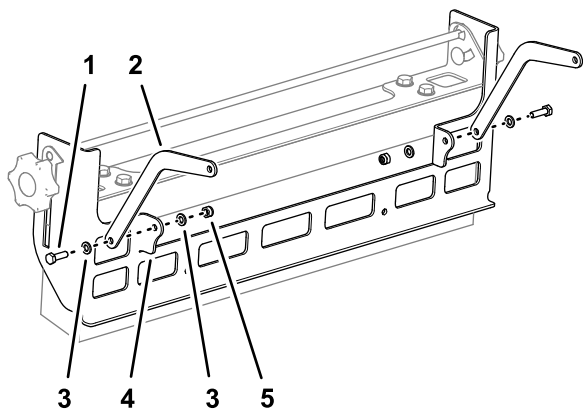

Рисунок 4
1. Совместите отверстие в распорке щетки с отверстием в выступе крепления щетки, как показано на Рисунок 4.
2. Прикрепите распорку щетки к креплению щетки (Рисунок 4) с помощью колпачкового болта (6 x 20 мм), 2 шайб (6 мм) и контргайки (6 мм).